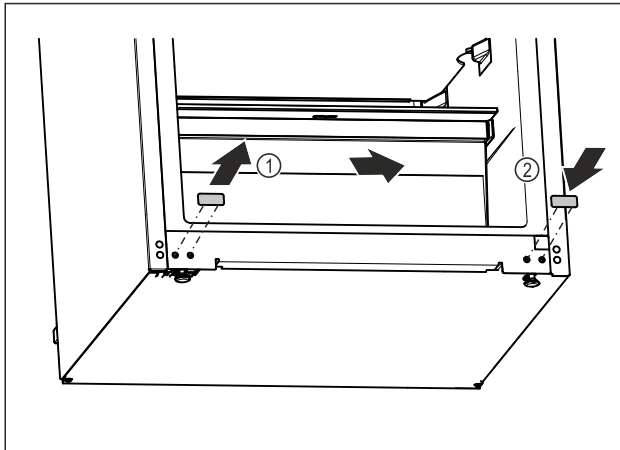

Fig. 16
- ▶ Витягніть заглушки. Fig. 16 (1)
- ▶ Вставте заглушки з протилежного боку. Fig. 16 (2)